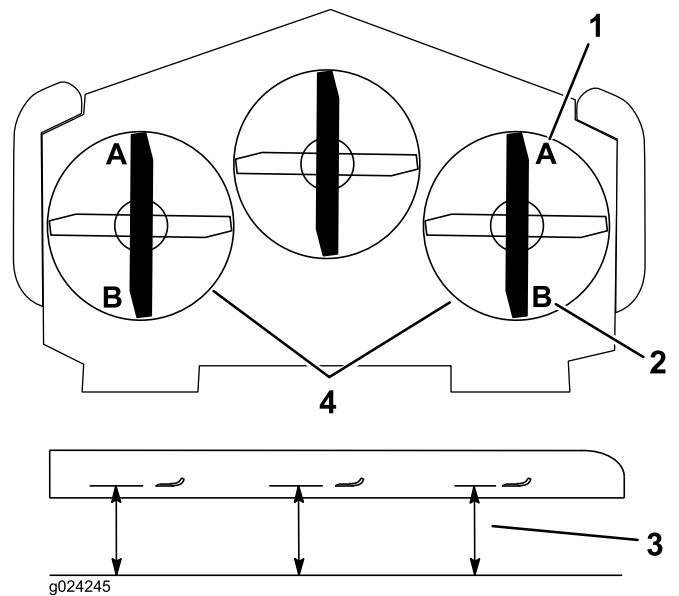

Bild 86
- Messen Sie an beiden Seiten des Mähwerks den Abstand von der ebenen Fläche bis zur vorderen Messerspitze (Stellung A) (Bild 86).
Hinweis: Der Wert sollte 7,6 mm sein, siehe Bild 86.
14. Messen Sie an beiden Seiten des Mähwerks den Abstand von der ebenen Fläche bis zur hinteren Messerspitze (Stellung B). Stellen Sie sicher, dass der Wert 8,3 cm ist (Bild 86).